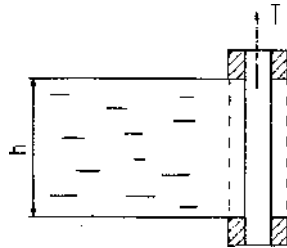

Рисунок 4
10. Канава шириною b і глибиною h перегороджена щитом прямокутної форми. Визначити силу тяги T , необхідну для підйому щита вагою G , якщо коефіцієнт тертя щита об поверхню пазів K . (Рис. 4).